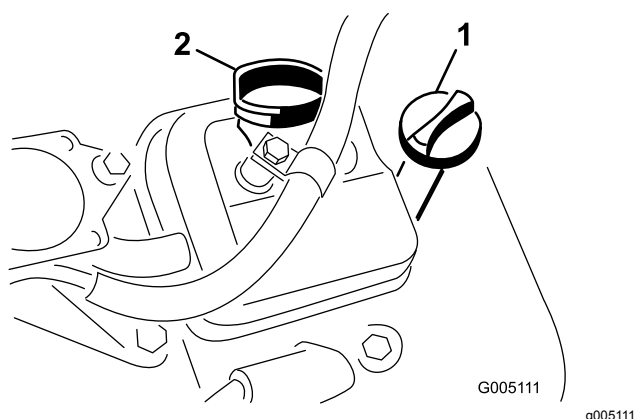

Figura 33
3. Inserite l'asta di livello nel relativo tubo e avvitatela nel tubo (Figura 33).